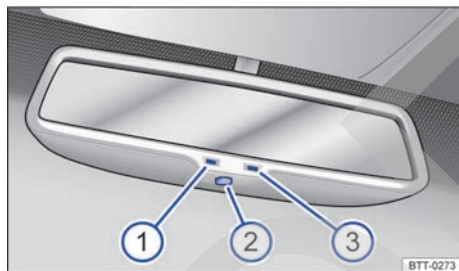

Fig. 69 En el parabrisas: espejo retrovisor interior antideslumbrante automático.
Leyenda para → fig. 69:
- ① Luz de control.
- ② Interruptor.
- ③ Sensor para reconocer la incidencia de luz desde atrás.
El antideslumbrante automático se puede conectar y desconectar con el interruptor en el espejo retrovisor interior → fig. 69 ②. Si está conectado el antideslumbrante automático se enciende la luz de control → fig. 69 ①.
- Un sensor del lado que indica hacia el interior del vehículo, que mide la incidencia de luz desde atrás → fig. 69 ③.